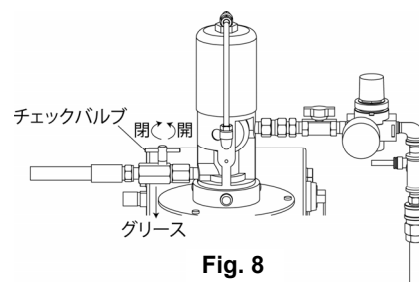

Fig. 8
- 最初のグリースには、ポンプ内のエアが混入し、良い状態ではありません。ポンプ出口のチェックバルブを開き、チェックバルブ下の小さな穴からエアの混入したグリースを完全に吐出させてください。この際、グリースが手に触れないよう紙などを敷き、吐出したグリースを処理してください。（Fig. 8）
- グリースのエア抜きが終わったら、チェックバルブを確実に締め込んでください。（Fig. 8）